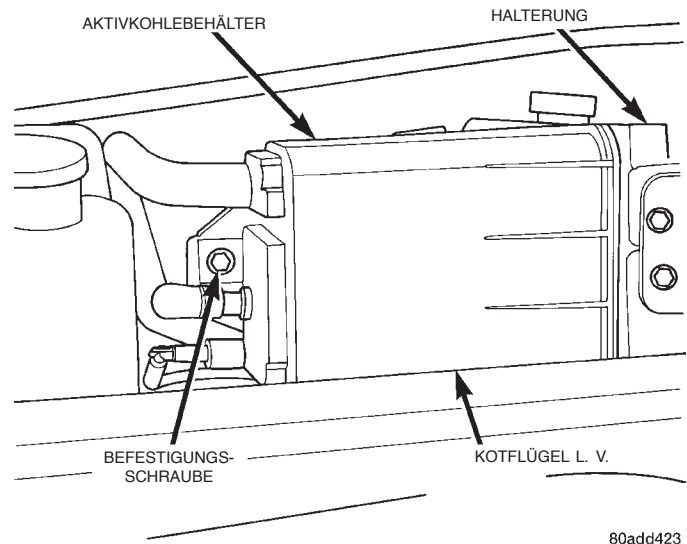

Abb. 8 Aus-/Einbau, Aktivkohlebehälter
(1) Die Unterdruckleitungen/-schläuche am Aktivkohlebehälter abziehen. Vor dem Abziehen die Lage der Leitungen notieren.
(2) Die Befestigungsschraube des Aktivkohlebehälters lösen (Abb. 8).
(3) Den Aktivkohlebehälter aus dem Fahrzeug lösen. Dazu die beiden Passstifte aus den Gummibuchsen der Halterung des Aktivkohlebehälters herauschieben.